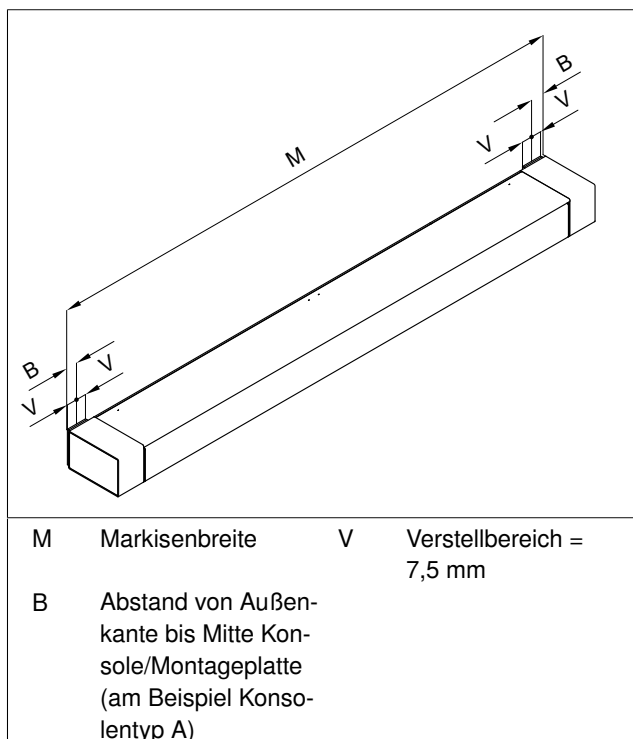
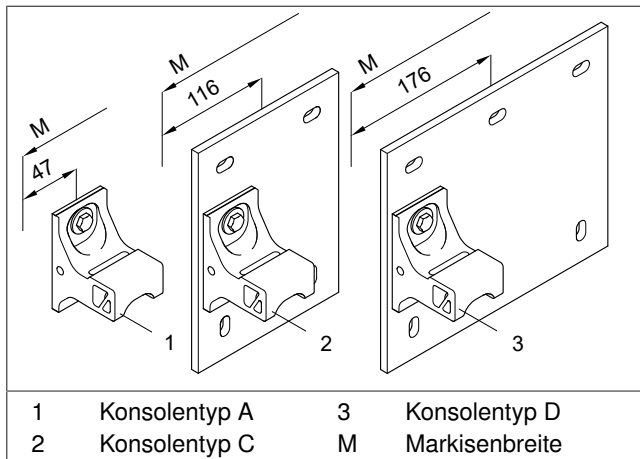

Abb. 2: Maß-Skizze für Konsolenposition mit 2 Konsolen
Abb. 3: Maß B in Abhängigkeit der Konsolentypen (alle Maßangaben in mm)
- Die Position der Konsolen auf den Montageuntergrund übertragen (siehe Abb. 2/Seite 5 und siehe Abb. 3/Seite 6). Auf Höhengleichheit achten.
<ul style="list-style-type: none"> Die Position der Konsolen auf den Montageuntergrund übertragen (siehe Abb. 2/Seite 5). Auf Höhengleichheit und gleiche Ausrichtung achten. Die Konsolen an der Markierung senkrecht und waagrecht ausgerichtet halten. Das Bohrbild übertragen. Die Befestigungslöcher bohren.
<ul style="list-style-type: none"> Die Position der Schwerter für Dachsparrenmontage auf den Montageuntergrund übertragen (siehe Abb. 2/Seite 5). Auf Höhengleichheit achten. Die Schwerter für Dachsparrenmontage an der Markierung senkrecht und waagrecht ausgerichtet halten. Das Bohrbild übertragen. Die Befestigungslöcher bohren.